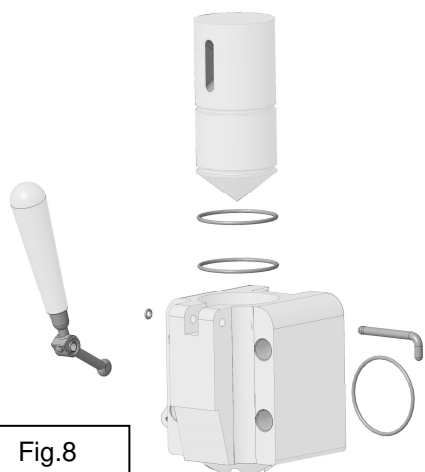

Fig.8
3. Baje la palanca, retire el pasador y retire el pistón de su asiento (Fig.8).